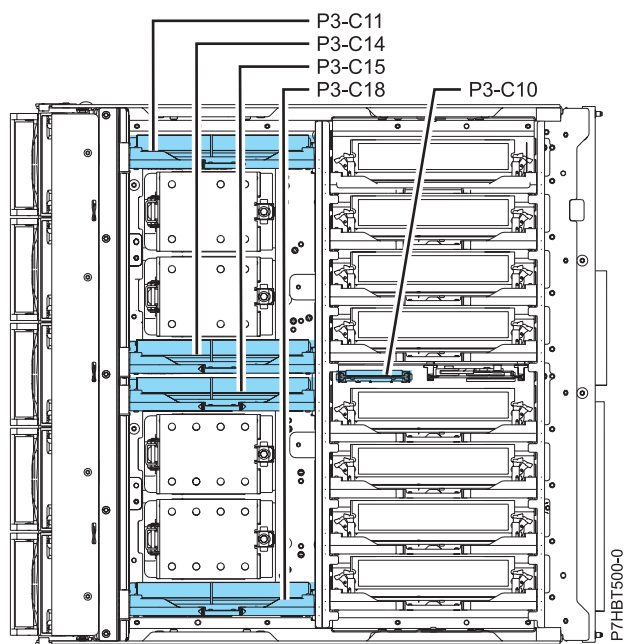

Figura 7. Módulo regulador de voltaje de memoria en la ubicación C10
10. Localice el módulo regulador de voltaje de memoria que se debe extraer del conjunto de procesadores del sistema. En Figura 7 se muestra el regulador de voltaje de memoria en la ubicación C10 en relación al conjunto del procesador del sistema.